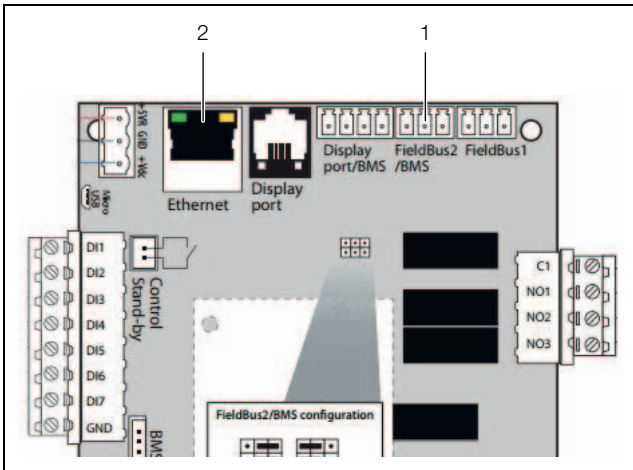

Abb. 19: Anschlüsse
- Verwenden Sie auf der Platine den Anschluss „Field-Bus2“ (Abb. 19, Pos. 1), um das Gerät mit einem Überwachungsgerät zu verbinden.
- Verwenden Sie auf der Platine den Anschluss „Ethernet“ (Abb. 19, Pos. 2), um das Gerät über Webseiten mit einem Überwachungsgerät zu verbinden.